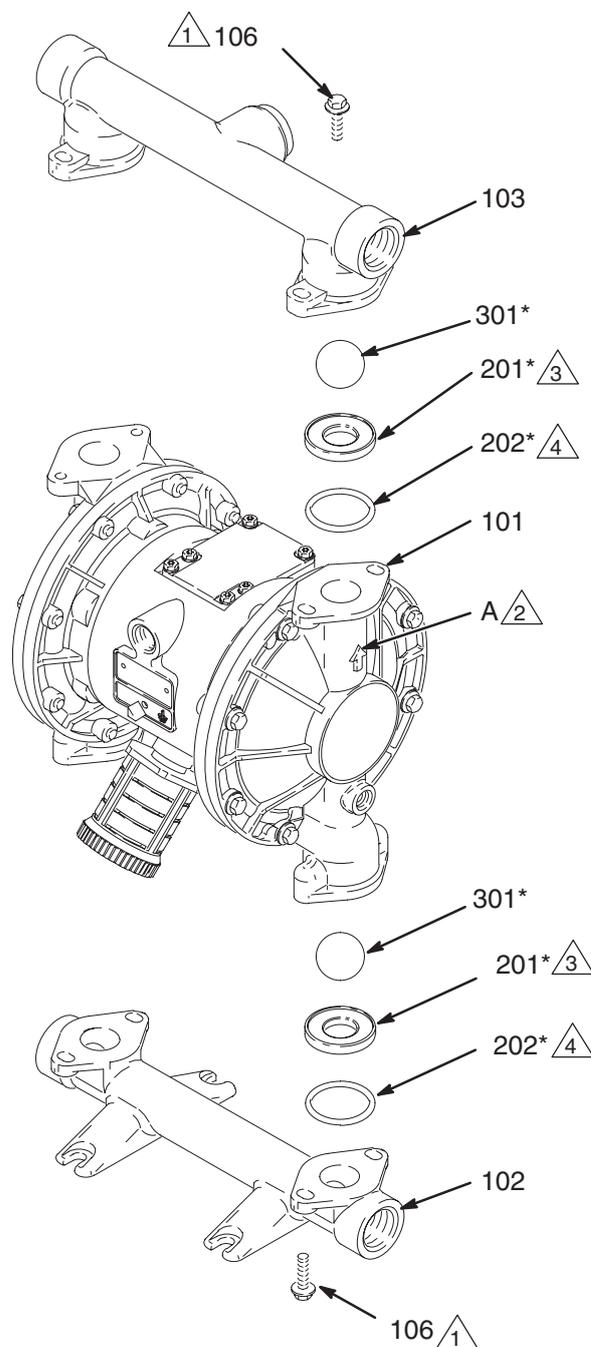

Fig. 12
3. Utilizzando una chiave a tubo da 10 mm, rimuovere i quattro bulloni (106) ed i dadi (114, *utilizzati solo sulle pompe in acciaio inossidabile*) e che tengono montati i manicotti di uscita (103) sui coperchi del fluido (101). Vedere Fig. 12.
4. Rimuovere gli anelli di tenuta circolari (202, *non usati su alcuni modelli.*), le sedi (201), le sfere (301) dal manicotto (103).
5. Girare la pompa e rimuovere il collettore di entrata (102). Rimuovere gli anelli di tenuta circolari (202, *non utilizzati su alcuni modelli*), sedi (201) e le sfere (301) dal coperchio del fluido (101).
2. Rimontare in ordine inverso, seguendo tutte le note in Fig. 12. Assicurarsi che le valvole di ritegno della sfera e i raccordi siano assemblati **esattamente** come indicato. Le frecce (A) sui coperchi (101) **devono** essere dirette verso l'uscita (103).